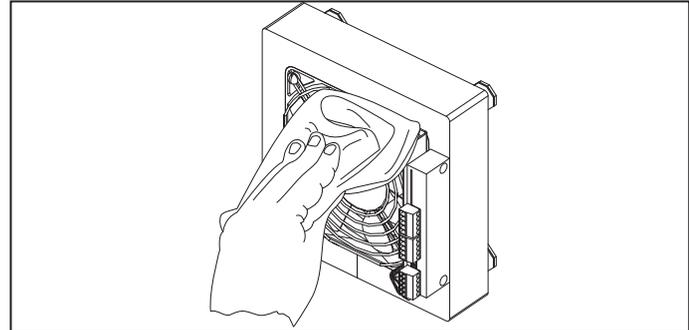

Abb. 16. Reinigung der Flügelradschaufeln
- Reinigen Sie die Flügelradschaufeln, Abb. 16. Zur Staubreinigung verwenden Sie einen trockenen weichen Lappen, eine Bürste oder einen Staubsauger. Reinigung mit Wasser, Schleifmitteln, scharfen Gegenständen oder Säuren ist nicht gestattet. Die Flügelradschaufeln bedürfen einmal pro Jahr der Reinigung.